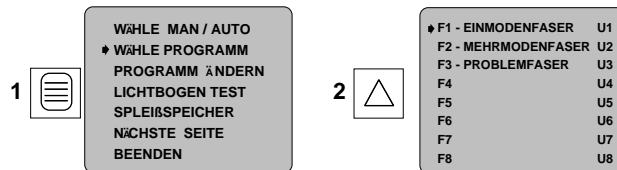

Abbildung 54
6.4 Markieren Sie mit dem Cursor die Menüoption WÄHLE PROGRAMM, um die verschiedenen Programmoptionen einzusehen (siehe Abb. 54). In der zweiten Anzeige des nachfolgenden Beispiels signalisiert der Cursor, daß das Vorgabeprogramm F1 aktiv ist. "U" steht für benutzerdefinierte Programme.